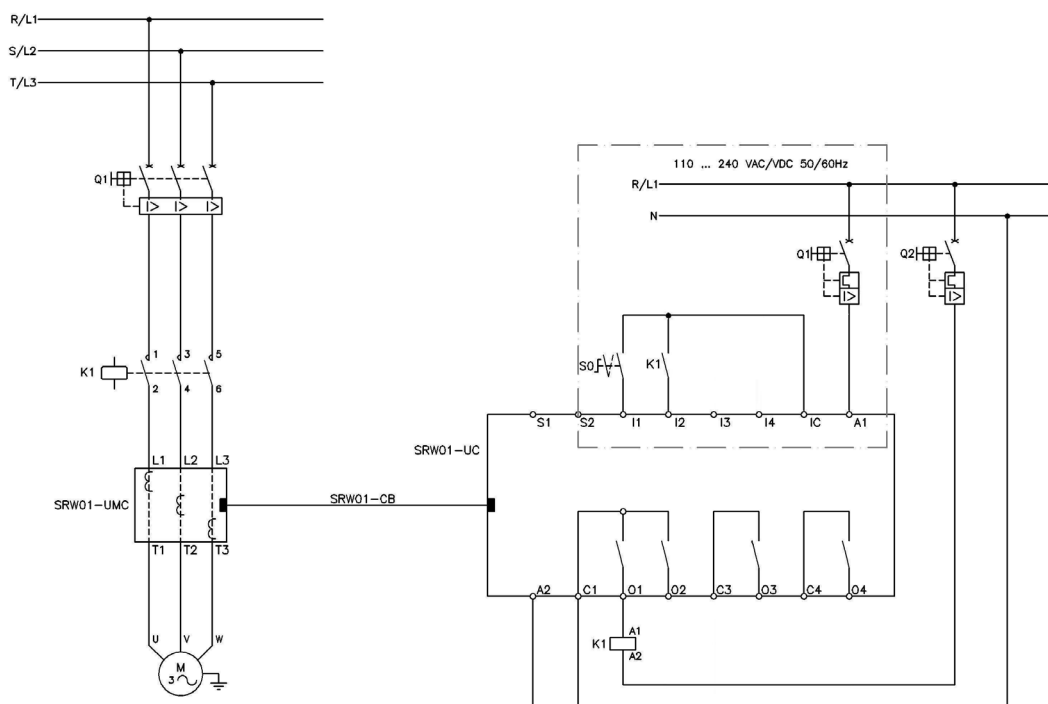

Figura 5.2 - Esquema de conexión para el Modo de Operación Transparente utilizando entradas digitales en 24 Vcc
El esquema de la figura 5.2 presenta un ejemplo de la utilización de la Unidad de Control (UC), en el modo de operación Transparente con accionamiento a través de las entradas digitales en 24 Vcc, donde en la programación Ladder la entrada digital I1 Arranca/Para el motor, la entrada digital I2 es utilizada como señal de Check Back y la salida digital O1 acciona el motor.